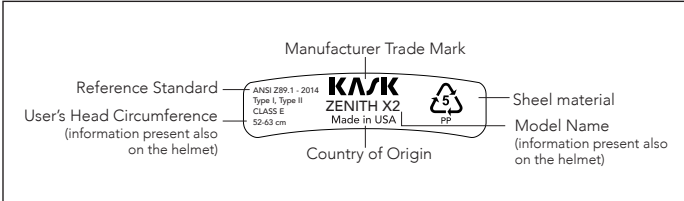

Fig 1
**INSTRUCTIONS:** As a protective measure, this helmet must be worn at all times during work activity. For adequate protection, it is important that the helmet be sized correctly and fit the head properly to offer optimum comfort and safety. The helmet should be adjusted to fit the user. After properly buckling and adjusting the strap, always check that the helmet is not excessively tight; nor should it move freely back and forth. Verify that the helmet is well seated and centered on the head (see Fig. 1). The better a helmet is adjusted (minimal movement front to back or side-to-side), the better protection it can provide.
**INSTRUCTIONS** : Ce casque doit être porté à tout instant pendant les activités professionnelles comme mesure de protection. Pour une bonne protection, le casque doit être de la bonne taille et bien s'adapter à la tête pour offrir un confort parfait et une sécurité maximale. Le casque doit être ajusté pour s'adapter à l'utilisateur. Après avoir bouclé le système de fermeture correctement et ajusté la sangle, toujours contrôler que le casque n'est pas trop serré. Il ne doit pas non plus se déplacer vers l'avant et vers l'arrière. Contrôler que le casque est bien posé et au centre de la tête (voir Fig. 1). Un ajustement optimal du casque (mouvement minimum vers l'avant et vers l'arrière et sur les côtés) offre une protection accrue.